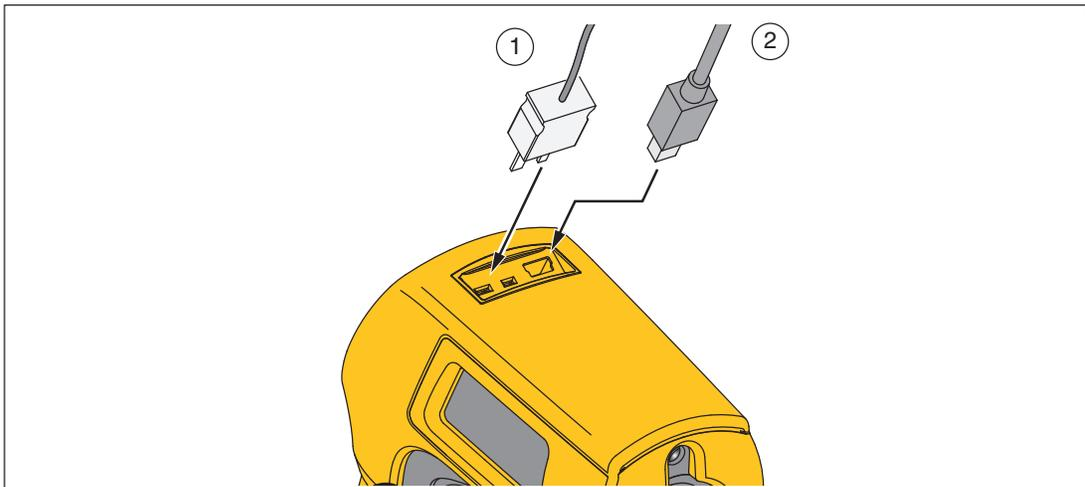

Figura 7. Conexiones del termopar y USB
Los datos almacenados en el modelo pueden ser descargados a una ordenador personal (PC) con el cable USB incluido y el FlukeView® Forms Documenting Software incluido. Para obtener detalles consulte la documentación de FlukeView®Forms. La entrada USB ② se encuentra ubicada en la parte superior del Producto, junto a la entrada de la sonda externa ① (consulte la figura 7).
El Producto viene con una sonda para termopar tipo K. La sonda se conecta al Producto a través de la entrada de sondas ubicada en la parte superior del mismo (consulte la Figura 7).